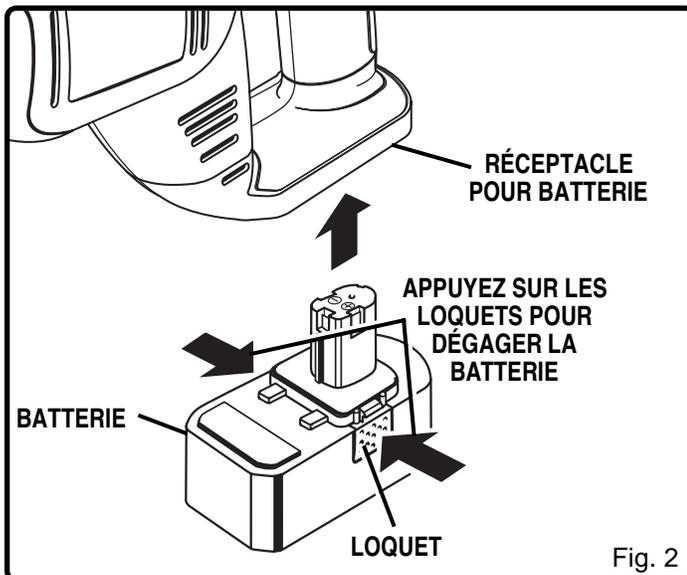

Fig. 2
Voir figure 2.
- Placez la batterie sur la scie, alignez la rainure de la batterie avec la nervure du réceptacle de la batterie. Voir figure 2.
- Enlevez la batterie. Voir figure 2.